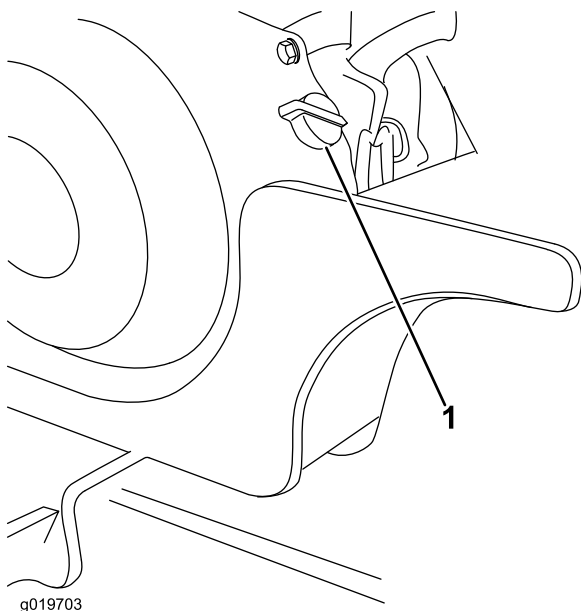

Figura 11
1. Mueva el interruptor del motor a la posición de Encendido (Figura 11).